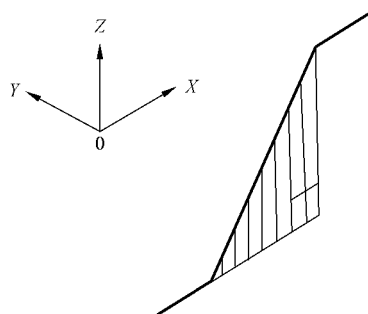

图 1 管段平面平行于 X_0Z 平面时的表示
- 4.3.1 当管路或管段的所在平面平行于直角坐标平面的垂直面时,应同时画出其在水平面上的投影及投射平面。见图 1。